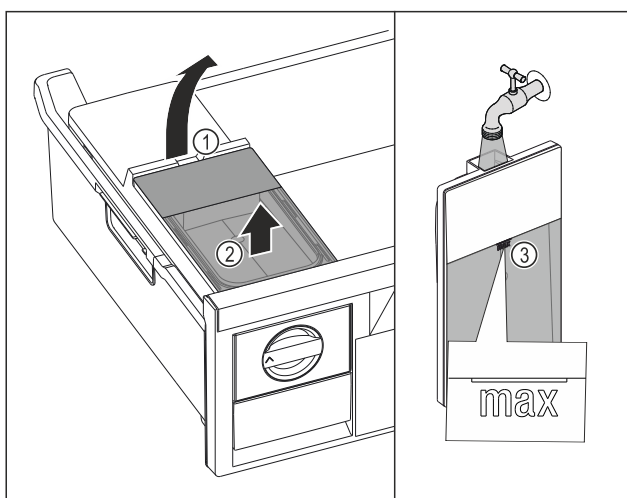

Fig. 129
- Zvedněte nádržku na vodu za vybrání Fig. 129 (1).
- Vyjměte nádržku na vodu nahoru. Fig. 129 (2)
- Naplňte nádržku na vodu pitnou vodou až po značku Fig. 129 (3).